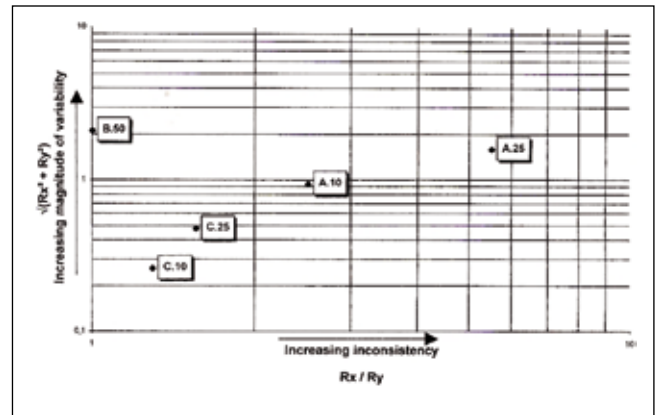

Figura 7 – Classificazione dei fili; molla disegno No. 5
- Molla disegno No. 5 (Figura 7). Per l'indice di elasticità massimo (20.2), l'influenza positiva di una bassa variazione del carico di rottura risulta persino più evidente. Tale influenza è maggiore quando il lubrificante è di scarsa qualità (*vedere esempio A*).